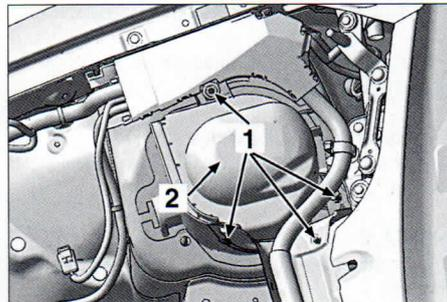

FIG. 7
- Separar la rejilla de salpicadero de los embellecedores de parabrisas (3).
- desengrapar la rejilla (4) en (A) y desmontarla (4).
Desmontar las fijaciones (1) y la tapa (2) (fig. 7).